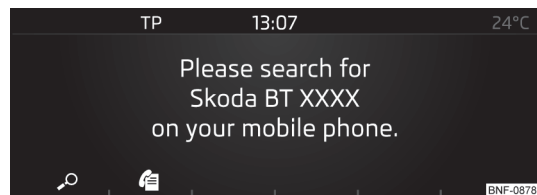

Fig. 106
- Se está um telefone conectado ao dispositivo, então prima a tecla **PHONE** → 🔍 » Fig. 106.
- Se está um telefone conectado ao dispositivo, então prima a tecla **PHONE** → 📞 » Fig. 106.